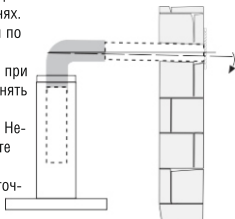

рис. 1
- 1.5 При выводе воздуховода на улицу (через отверстие в стене) должен быть уклон воздуховода, как на рис. 1.